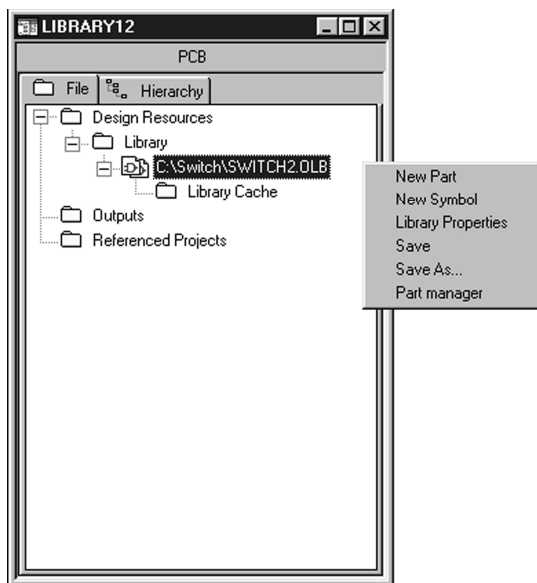
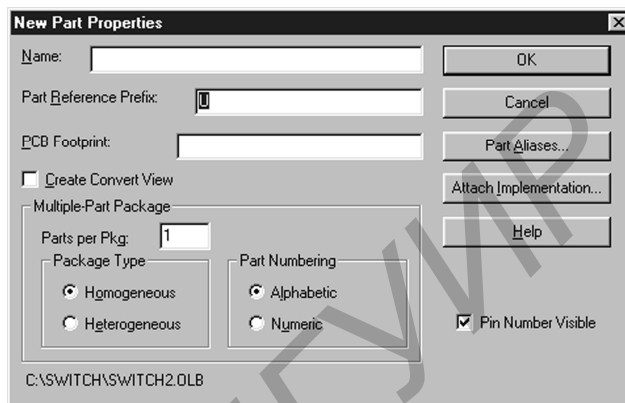
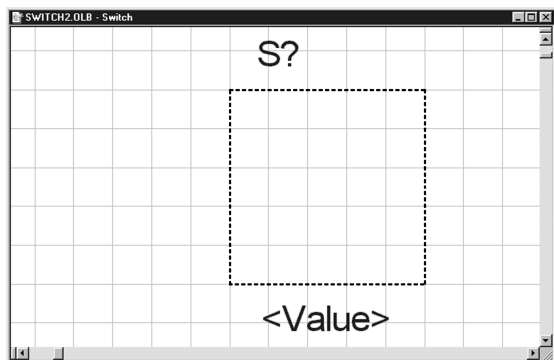

Рис. 5.12. Создание нового элемента
Рис. 5.13. Окно New Part Properties
Рис. 5.15. Окно редактирования элемента
2. Запустим программу Capture и создадим новую библиотеку (File→New→Library). Присвоим новой библиотеке имя Switch2.olb, для чего сохраним ее под этим именем командой Save As. Создадим новый элемент, для чего выделим в менеджере проекта заголовок библиотеки одним щелчком левой кнопки мыши, затем щелкнем правой кнопкой и выберем пункт New Part (рис. 5.12). В результате появится окно New Part Properties (рис. 5.13).
После добавления модели закроем окно (см. рис. 5.13), нажав кнопку ОК.
В результате получим окно редактирования элемента (рис. 5.15).
пункты меню File→New→Library. В появившемся окне менеджера проекта щелкнем правой кнопкой мыши на названии библиотеки и выберем пункт New Symbol (см. рис. 5.12). В появившемся окне New Symbol Properties (рис. 5.18) введем имя нашего символа (My Title) и выберем его тип (Title Block). После нажатия кнопки ОК перейдем в окно редактирования символа, аналогичное окну редактирования элемента (см. рис. 5.15).